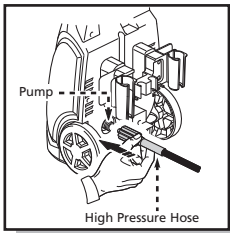

Fig. 4
- Raccordez le tuyau haute pression (sens horaire) derrière le nettoyeur en bas (Figure 4).